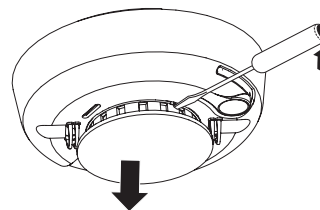

Figure 4. Dépose du couvercle du détecteur de fumée
- Insérer un tournevis à lame plate dans la fente du couvercle du détecteur et pousser doucement la poignée du tournevis vers le bas pour faire lever et soulever le couvercle pour le retirer. Voir la figure 4.